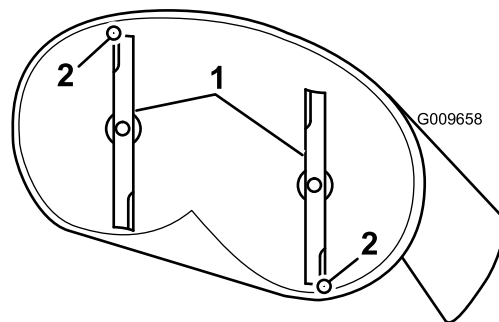
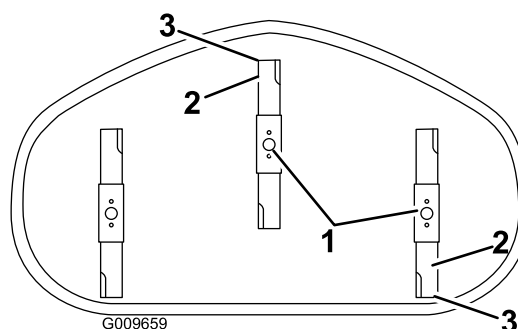

Figure 53
Figure 54
4. Faites pivoter les lames avec précaution pour faire passer les pointes avant à l'arrière (Figure 53 et Figure 54).
5. Mesurez la distance entre la pointe de la lame avant et la pointe de la lame arrière par rapport à la surface plane (Figure 53 et Figure 54). Si la pointe avant de la lame n'est pas de 1,6 à 7,9 mm plus basse que la pointe arrière, réglez le contre-écrou avant.
8. Une fois le réglage effectué, vérifiez à nouveau l'inclinaison avant/arrière des lames. Poursuivez le réglage de l'écrou jusqu'à ce que la pointe avant de lame soit de 1,6 à 7,9 mm plus bas que la pointe arrière (Figure 53 et Figure 54).